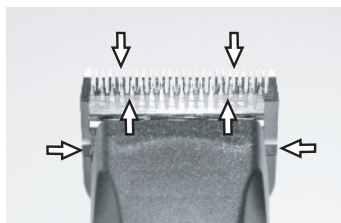

Fig. 24
Une fine couche d'huile sur le peigne supérieur et inférieur est indispensable pour obtenir un bon résultat de tonte et afin d'augmenter la longévité de la tondeuse (fig. 24).
- ▶ Lubrifiez les peignes suffisamment durant la tonte (au moins toutes 15 minutes), de manière à ce qu'ils ne passent pas à sec (fig. 24).
Il faut huiler les peignes avant, durant et après chaque usage. Si les peignes laissent des rayures, c'est un signe sûr que vous avez besoin de l'huile. Appliquez quelques gouttes de l'huile de l'avant et latéralement des peignes (flèches fig. 24). Enlevez de l'huile excédentaire par un drapeau doux et sec. Des aérosols lubrifiants ne contiennent pas assez d'huile pour une bonne lubrification, mais sont appropriés pour la réfrigération des peignes. Changez immédiatement des peignes endommagés ou crénelés afin d'éviter des blessures.